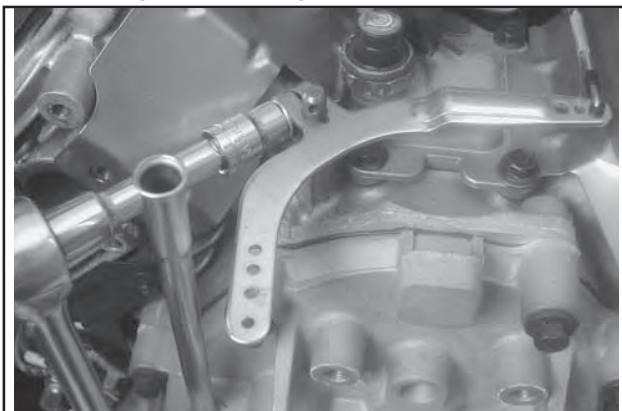

Abbildung 9-25. Abnahme des Drehzahlreglerhebels.
1. Die geflanschte Sechskantmutter lösen und den Drehzahlreglerhebel von der Drehzahlreglerwelle entfernen. Siehe Abbildung 9-25. Den Hebel am Gestänge der Drosselklappe befestigt lassen und die Einheit auf dem oberen Bereich des Kurbelgehäuses ablegen.